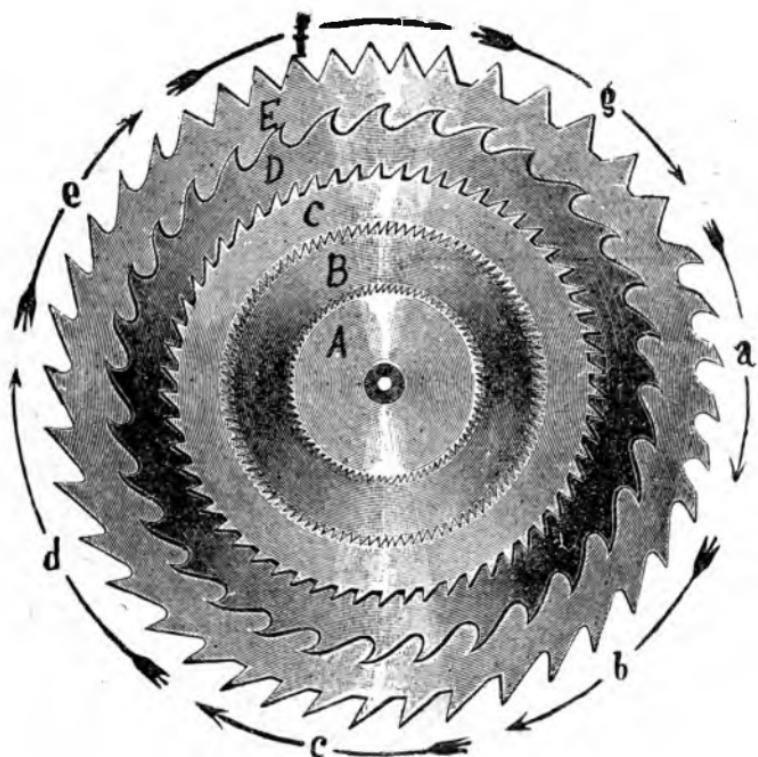

Рис. 16. Круглые пилы с различными зубьями.
**Круглые пилы.** Кроме лесопильных рам для распиловки бревен употребляются круглые пилы. Круглая пила (рис. 16) представляет собой стальной круг, по краю которого нарезаны зубья. Этот круг надевается на ось и прочно с ней скрепляется шайбами. На оси укреплен шкив (колесо), который вместе с осью приводится в движение от паровой или другой какой-либо машины через посредство ременной передачи. Размеры полотна круглой пилы бывают весьма различны. Самые меньшие круги делаются от 20 см (8 дюймов) шириной, а самые большие доходят до 250 см (100 дюймов), что находится в зависимости от толщины распиливаемого дерева. Пила на оси, очень быстро вращаясь, распиливает подведенное